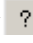

图 3-102 趋势设置界面
- 趋势设置：所配置的趋势画面在监控中的显示设置。点击“趋势设置”按钮，弹出如图 3-102 所示的趋势设置界面。